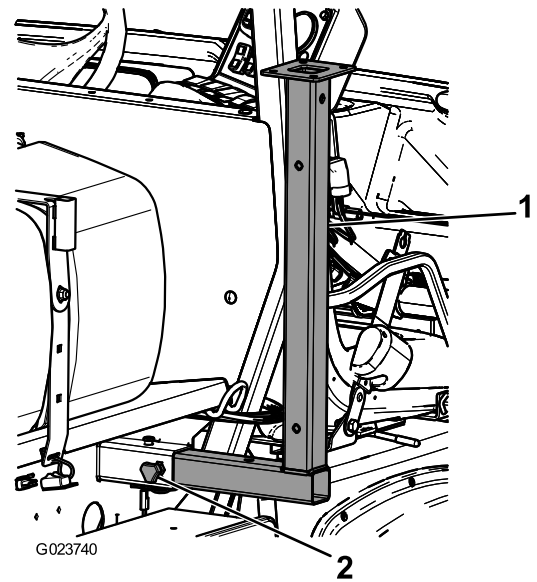

Bild 40
1. Setzen Sie die vorderen Stützböcke umgedreht in den Rahmen in der Nähe der vorderen Vergurtungsstellen ein (Bild 40).